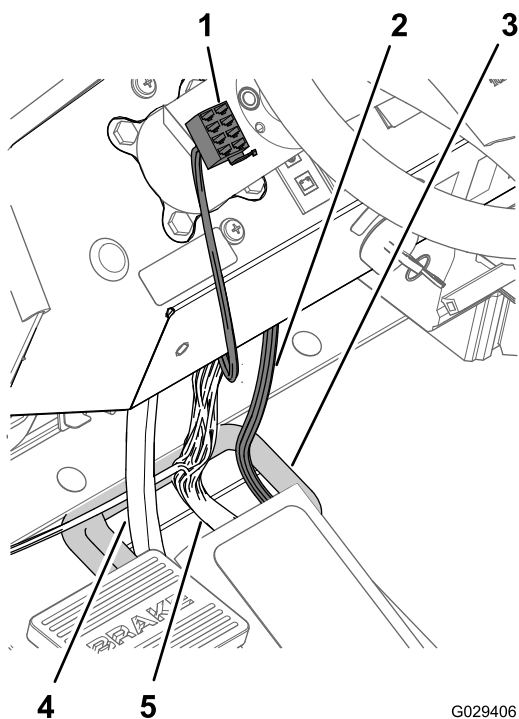

Рисунок 198
4. Проложите 8-гнездовой разъем в конце ответвления длиной 240 см для приборной панели поперек приборной панели и слева от рулевой колонки (Рисунок 198).